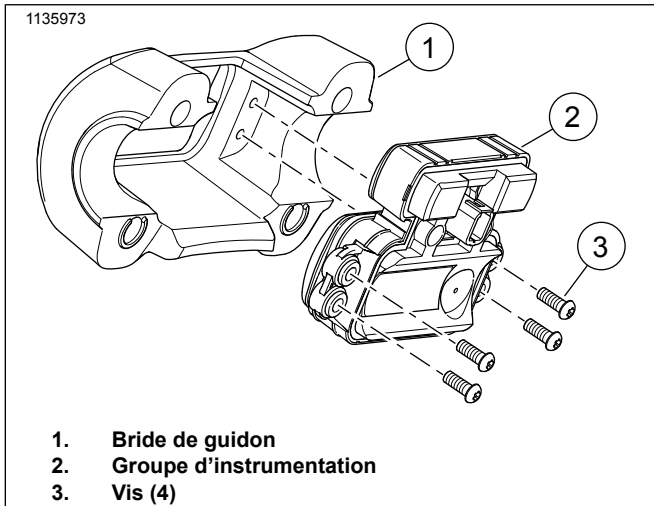

Figure 1. Groupe d'instrumentation
1. Consultez Figure 1. Placez le groupe d'instrumentation (2) dans la bride du guidon (1).
2. Installez les vis (3). Serrer.